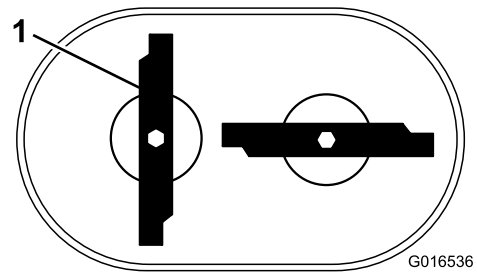

Figura 43
**Nota:** Las cuchillas deben estar perpendiculares entre sí, formando una "T" invertida, según se muestra en Figura 43.